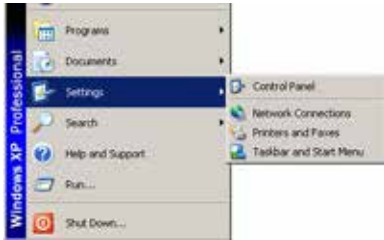

Abbildung F-19. Systemsteuerung
- Doppelklicken Sie auf „Windows-Firewall“ und wählen Sie **Deaktivieren (nicht empfohlen)**, wie in Abbildung F-19 gezeigt.